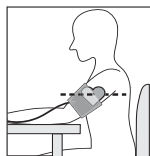

Рис.3
1. Сядьте у стола так, чтобы во время измерения артериального давления Ваша рука опиралась на его поверхность (рис. 3). Удостоверьтесь, что место наложения манжеты на плече находится приблизительно на той же самой высоте, что и сердце, и что предплечье свободно лежит на столе и не двигается.